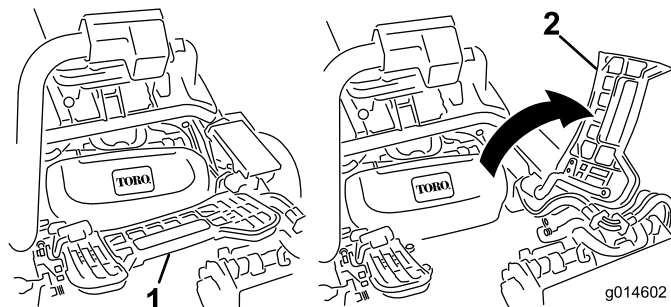

Figura 10
3. Per installare l'apparato di taglio centrale, sollevate il poggiapiedi e ruotatelo, per consentire l'accesso alla posizione dell'apparato di taglio centrale. (Figura 10)